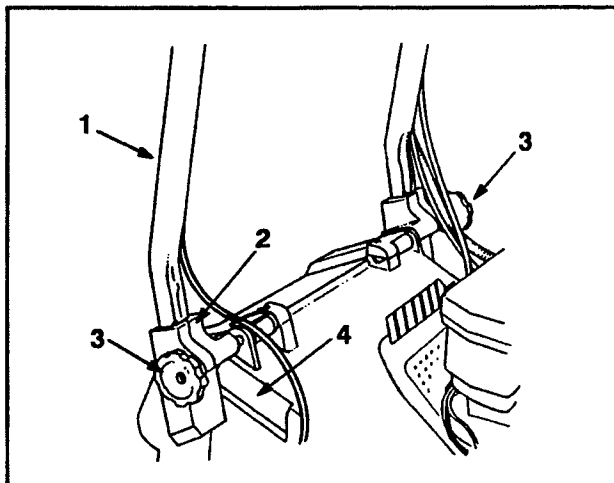
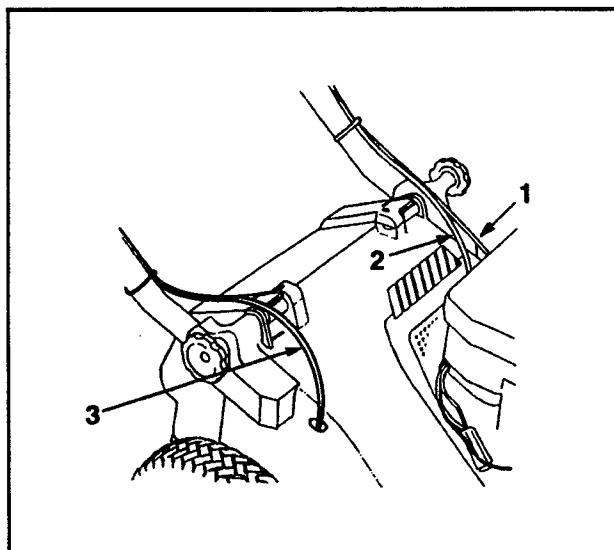

Figure 1
Figure 2
1. INSTALLATION DU GUIDON – Desserrer les boutons du support de montage (fig. 1).
3. Glisser les extrémités du guidon dans les trous des supports de montage jusqu'à ce celles-ci soient bien en place dans les supports (fig. 1). Assurez-vous que les câbles reposent au-dessus des supports de montage (fig. 2).
4. Faire tourner la poignée et les supports vers l'arrière jusqu'à ce que ces derniers soient fermement maintenus dans les cavités du carter (fig. 2).